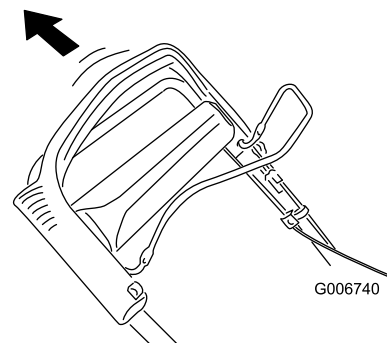

Figura 24
2. Tirate indietro la stegola superiore, spingendo il più possibile (Figura 24).